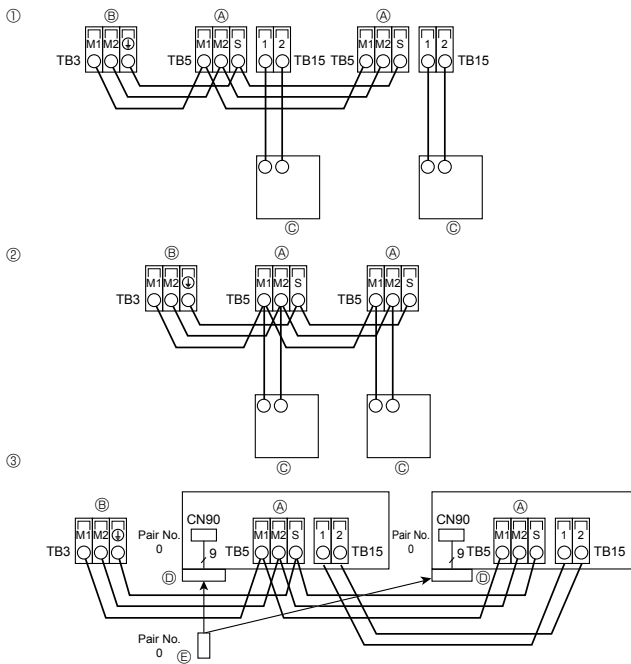

Fig. 4-3
4.4. Conexión de los cables de transmisión del mando a distancia y de las unidades exterior e interior (Fig. 4-3)
- ① Mando a distancia MA
- ② Mando a distancia M-NET